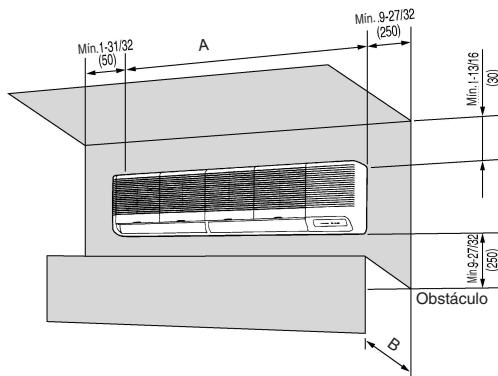

Fig. 2-1
2.2. Dimensiones exteriores y espacio para el mantenimiento posterior (Fig. 2-1)